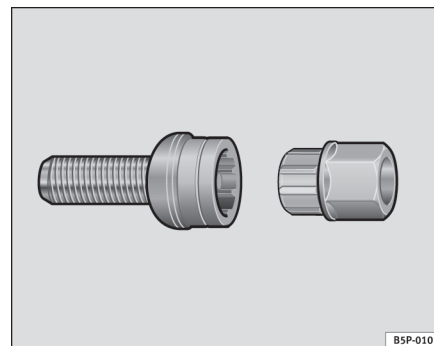

Fig. 182 Viti antifurto
- Inneastare l'adattatore nella vite antifurto, spingendolo fino in fondo ⇒ pag. 252, fig. 182.